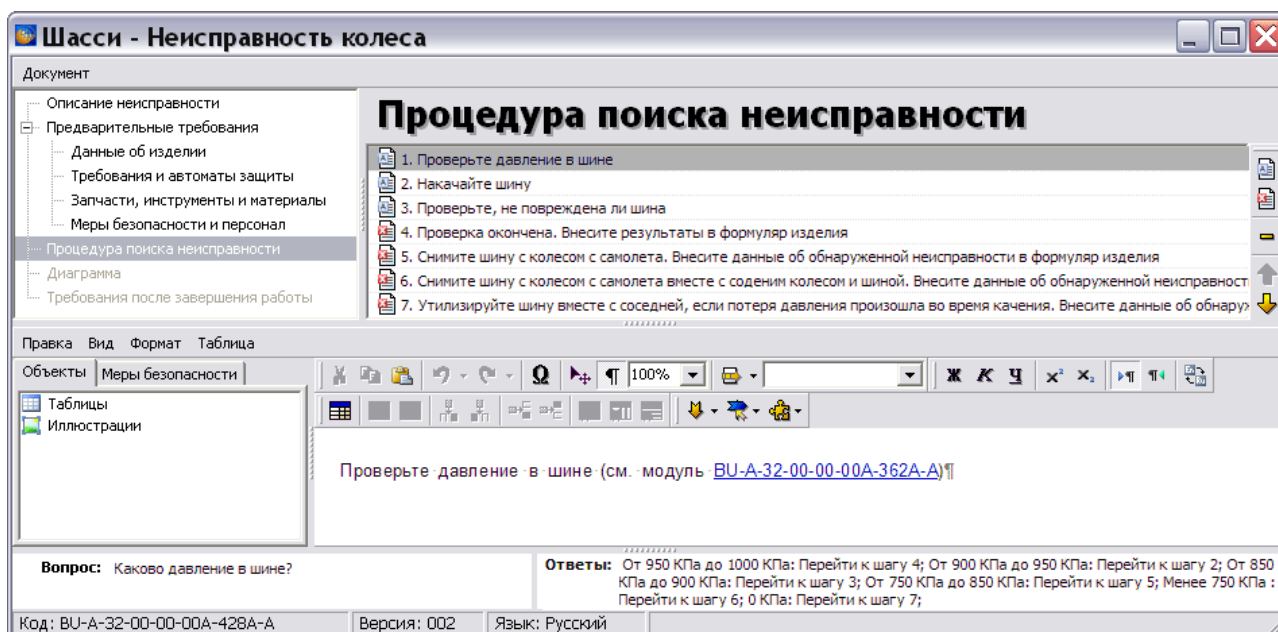

Рис. 8.35
3. Из выпадающего списка кнопки **Ссылки**  выберите команду **Внешняя ссылка** . После этого появится диалоговое окно **Установить ссылку**, в котором отображена структура проекта. Выберите версию модуля данных для ссылки и нажмите на кнопку **Установить ссылку**. Пример внешней ссылки в описании шага показан на Рис. 8.35.